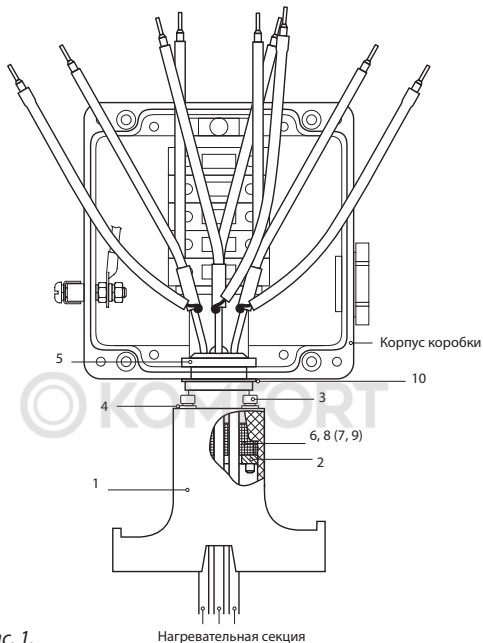

Рис. 1.
**Шаг 2.** Сверху на нагревательные секции, собранные вместе, наденьте пластину УВК.0012 (поз. 2 на рис. 1) таким образом, чтобы скругленные края внутреннего отверстия пластины были обращены вниз.
**Шаг 3.** Поверх пластины наденьте уплотнение УВК.0013 (желтое) или УВК.0013-01 (зеленое) (поз. 6 или 7 на рис. 1). Тип уплотнения выбирается в зависимости от геометрических размеров нагревательной ленты. Если в уплотнение вводится одна или две нагревательные секции, свободные отверстия в уплотнении закройте заглушками УВК.0014 (желтая) или УВК.0014-01(зеленая) (позиция 8 или 9 соответственно уплотнениям на рис. 1).
**Шаг 4.** Наденьте на нагревательные секции опору УВК.01.01 (поз. 1 на рис. 1).
**Шаг 6.** Вставьте в опору сверху четыре винта (поз. 3) (размер под ключ 4 мм) с шайбами (поз. 4), как показано на рис. 1, и закрутите их в пластину. Винты закручиваются с помощью ключа-шестигранника.
**Шаг 8.** После того, как на нагревательные ленты будут установлены комплекты заделок, сверху на опору наденьте кольцо прямоугольного сечения (поз. 10, рис. 1).
**Шаг 10.** Зафиксируйте корпус коробки на опоре с помощью гайки ДЭСТУ.0002 (поз. 5 на рис. 1). Гайка закручивается с помощью ключа для круглых шлицевых гаек под внешний диаметр гайки от 45 мм до 52 мм.